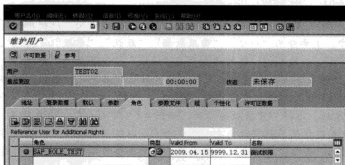

图 4-66 设置权限角色
STEP 5 选择“角色”页，此页即是先将先前创建的权限分配给创建的用户，使得用户具备 TCODE 的使用权限，如图 4-66 所示。在“参数文件”页中，可以分配给用户具体的参数文件，参数文件默认是 SAP 系统自带的参数文件。